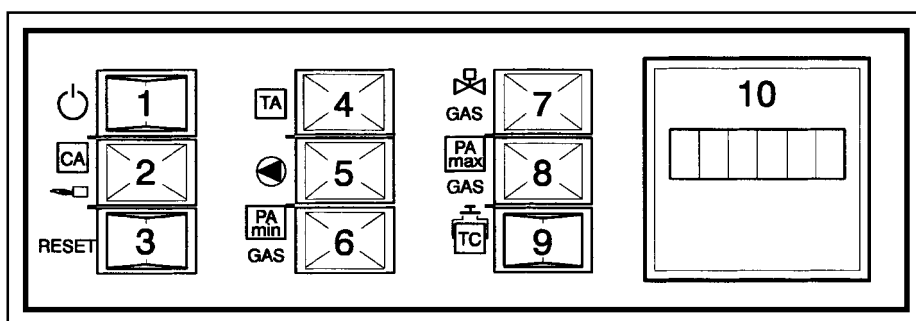

Рис.27. Панель управления
- d. Присоедините манометр к коллектору главной горелки, контрольная точка 10/4, и снова переключите электрические соединения от запорных клапанов системы защиты в передний электрический лоток. Переведите выключатель в положение “Включено” (ON), и в котле произойдет зажигание в последовательности, описанной выше в шаге a), причем главные горелки поджигаются вспомогательной горелкой с минимальной скоростью. Убедитесь в том, что зажигание главных горелок происходит гладко. Проверьте, что воздушная заслонка плавной регулировки открывается и скорость подачи газа возрастает до максимума. Убедитесь в том, что давление в главных горелках на максимуме соответствует тому, что указано в таблице 7, и отрегулируйте, если требуется. Проверьте все трубки и соединения по направлению движения газа, начиная от запорных клапанов системы защиты, для выявления утечек газа с помощью какой-либо подходящей жидкости, предназначенной для обнаружения утечек. Выключите котел, отсоедините манометр и загерметизируйте контрольную точку.
- e. Микроамперметр с пределами измерения от 0 до 50 мкА включите последовательно в цепь обнаружения пламени. При измерении ионизации главная горелка должна оставаться выключенной. Для того, чтобы добиться этого, отсоедините сетевой газовый клапан путем удаления электрической перемычки. Присоедините черный провод (-)(1) микроамперметра к разъему ионизирующего электрода (2) на котле (рис. 27). Присоедините красный провод (+)(3) микроамперметра к ионизирующему колпачку (4). При ионизации вспомогательной горелки показание должно быть не менее 5 мкА в течение 10 секунд, после чего горелка блокируется системой обнаружения пламени. Восстановите первоначальное состояние проводников, подключаемых к главному газовому клапану. Повторите операцию контроля, включив максимальный режим работы котла. Убедитесь в том, что показание микроамперметра составляет по меньшей мере 5 мкА после 10 секунд.